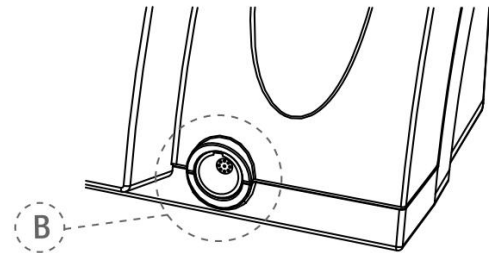

Fig. 3 Conexión de metal
3. Inserte el conector del micromotor en la conexión de 9 pines de metal (B, véase Fig. 3) situada en la cara delantera del aparato.